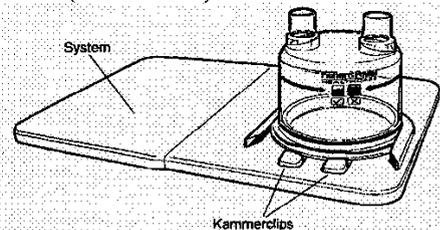

Abb. 6 Befestigungsplatte mit angebrachter HC300.
3. Schieben Sie die Kammer auf der Platte in Position, bis die Kammerclips hochklappen (siehe Abb. 6)
Die Platte ist so konzipiert, daß Ihr CPAP- bzw. Bilevel-Gebläse links auf die Platte gestellt werden kann (siehe Abb. 6 unten).